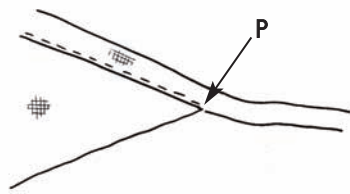

Figure 7
- coudre la bordure sur un côté en s'arrêtant au point "P", laisser une certaine longueur côté pointe afin de réaliser celle-ci (fig.7)